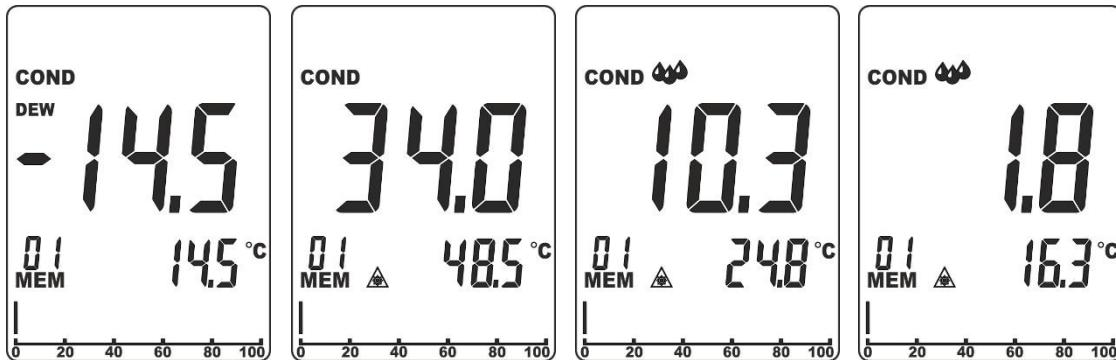

Fig. 11: Mesure du différentiel de température de surfaces
3. Appuyer simultanément sur les touches **RH%** et **MOI** pour accéder au mode de mesure Condensation. L'instrument affiche la valeur de la température de rosée mesurée par le capteur intégré sur l'écran secondaire et les indications « COND » et « DEW » sont présentes à l'écran (voir Fig. 11 – premier écran). L'écran principal affiche toujours la différence entre la valeur de température IRT et la température de rosée
- Si la température IRT est **supérieure de plus de 14°C (25°F)** par rapport à la température de rosée →, la différence de température (IRT-DP) est affichée sur l'écran principal sans autres indications (voir Fig. 11 – deuxième écran)
- Si la température IRT est **supérieure de 3°C à 14°C (5°F à 25°F)** par rapport à la température de rosée → la différence de température (IRT-DP) est affichée sur l'écran principal, l'indication « **⚠️** » est présente à l'écran et l'instrument émet un son pour indiquer une situation de risque de condensation dans la zone (voir Fig. 11 – troisième écran)
- Si la température IRT est **supérieure de moins de 3°C (5°F)** par rapport à la température de rosée →, la différence de température (IRT-DP) est affichée sur l'écran principal ; l'indication « **⚠️** » est affichée à l'écran et l'instrument émet un double son pour indiquer une situation de risque élevée de condensation dans la zone (voir Fig. 11 – quatrième écran)